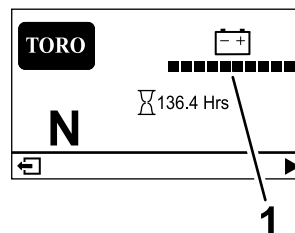

図 20
- **主画面 図 20:** キーが ON 位置にある時に、マシンの現在の情報を表示します。